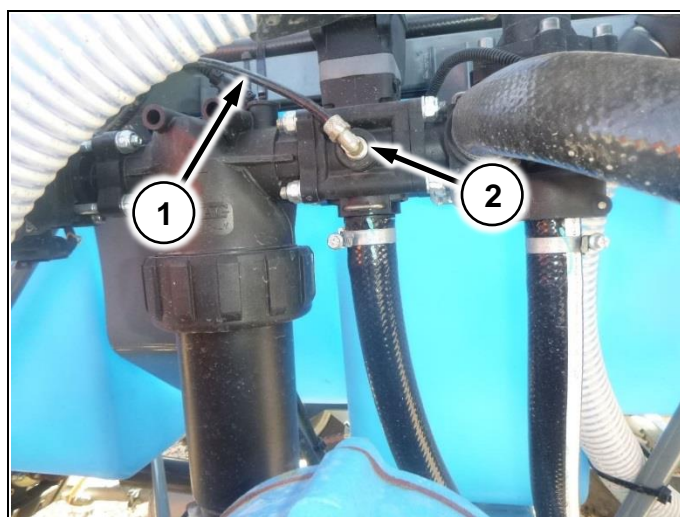

Рис. 48
6. Соедините нейлоновую трубку (Рис. 48/1) от манометра хим. системы с фитингом на гидрораспределителе (Рис. 48/2)